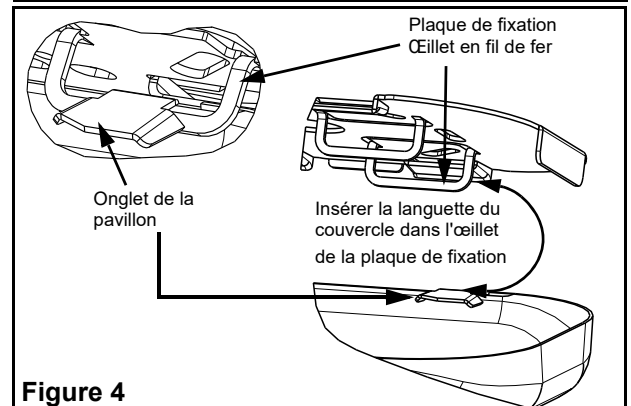

Figure 4
- f. Accrocher l'ensemble pavillon-boîtier à l'aide des languettes de la voilure et des œillets de fil de fer de la plaque de fixation. (Voir fig. 4)